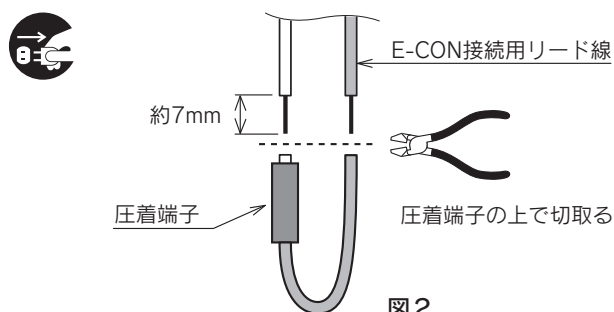

図2
4. 3のリード線を圧着端子の上で切取り、先端の被覆を約7mm皮むきます。(図2)